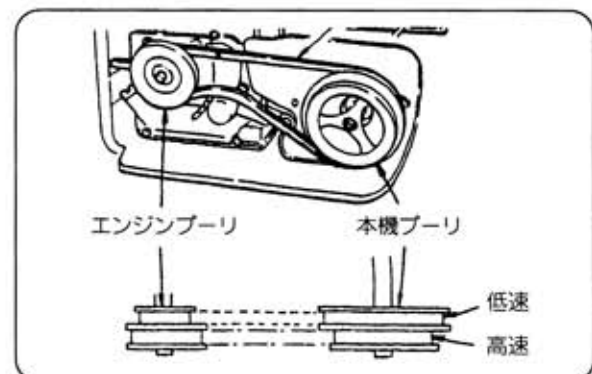

図34
### 9-2 変速のしかた(図34)
- ※ ベルトを外すときは、本機プーリ側から外してください。(図34・36)
- ※ ベルトを掛けるときは、エンジン側から掛けてください。(図34・36)